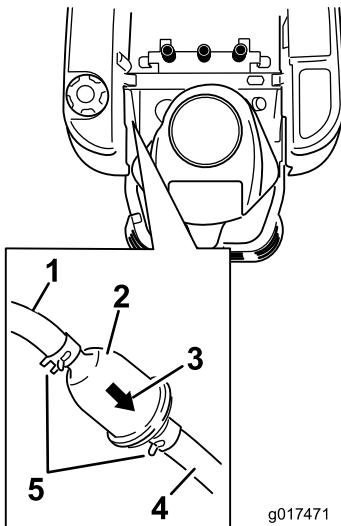

Figure 45
- 4. Pincez les extrémités des colliers et éloignez les colliers du filtre (Figure 45).
- 6. Montez un filtre neuf en veillant à pointer la flèche indiquant le sens d'écoulement vers le moteur. Rapprochez les colliers de flexibles du filtre (Figure 45) pour le fixer en place.